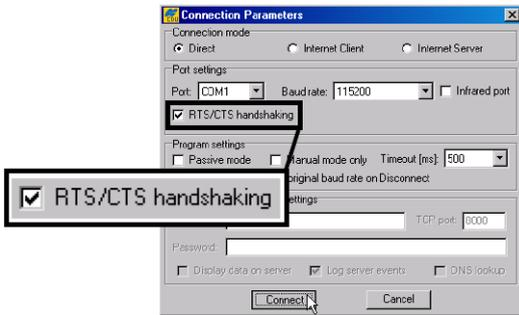

Figura 4-6. Parámetros de conexión. RTS/CTS Handshaking
2. En el cuadro de diálogo **Connection Parameters**, marque la casilla **RTS/CTS handshaking** (Figura 4-6 en la página 4-6).